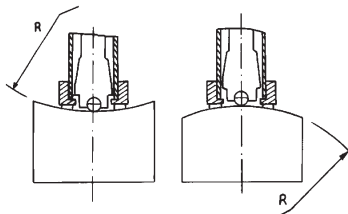

Figura 2
- Superfici curve: la condizione di misura ottimale è sulla superficie piana. Quando il raggio di curvatura è inferiore a 30 mm utilizzare l'apposito anello adattatore, vedi figura 2.